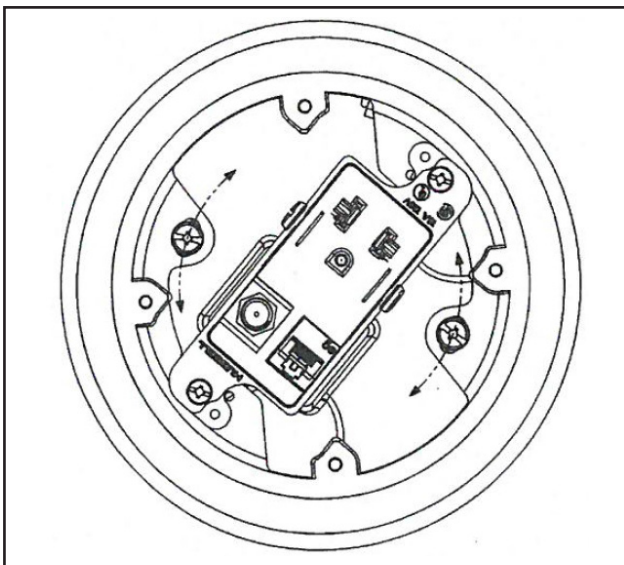

FIGURE 5
- Carpet Flange adjustment after installation. Loosen screws to rotate position, Tighten screws. (See Fig. 5).
- Ajustement du collet pour tapis après l'installation. Desserrer les vis pour faire pivoter. Serrer les vis. (Fig. 5).
18. Ajuste del reborde para alfombra después de la instalación. Aflojar los tornillos para hacerlo girar. Ajustar los tornillos. (Fig. 5).